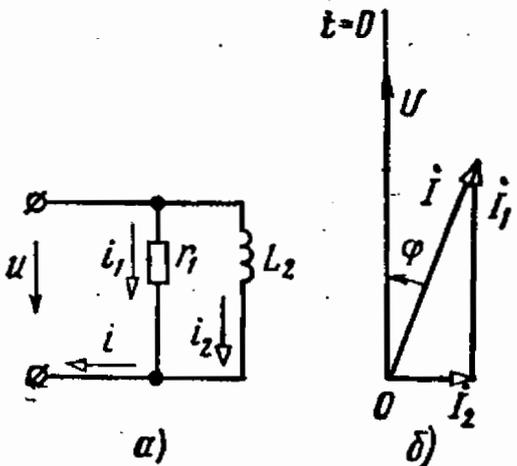

Рис. 4.8
4.8. Напряжение на зажимах электрической цепи схемы рис. 4.8, а изменяется по закону $u = 179 \sin 1256t$.
Векторная диаграмма для заданной схемы приведена на рис. 4.8, б.